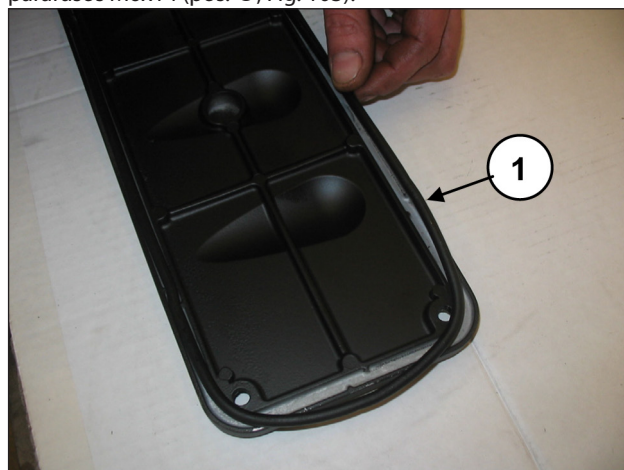
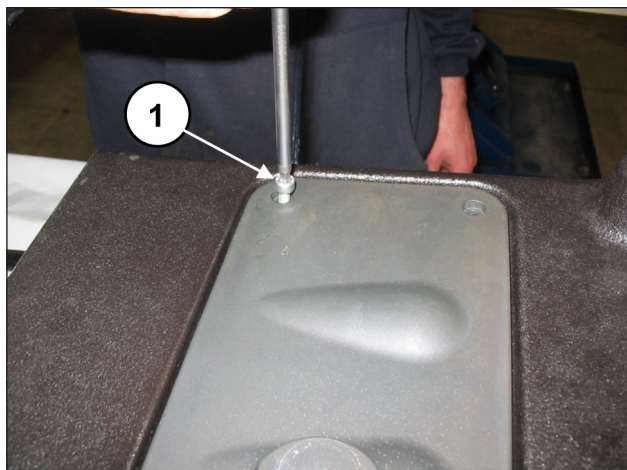

Fig. 102
Fig. 103
Nas duas coberturas de inspeção insira o anel circular (pos. ①, Fig. 102) e monte as coberturas mediante o uso de 4+4 parafusos M6x14 (pos. ①, Fig. 103).